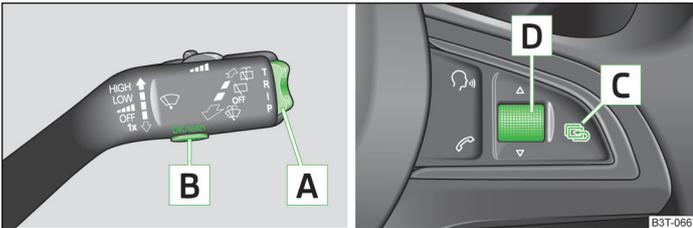

Abb. 10 Tasten (Einstellrad) am Bedienungshebel / am Multifunktionslenkrad
- Wiederholt kurz auf die Wipptaste oben oder unten drücken » Abb. 10.
- Das Einstellrad nach oben oder unten drehen » Abb. 10.
Sinkt die Außentemperatur unter +4 °C, erscheint vor der Temperaturanzeige ein Schneeflockensymbol (Glatteiswarnung) und es ertönt ein akustisches Signal. Nach dem Drücken der Wipptaste » Abb. 10 auf Seite 23 bzw. der Taste wird die Angabe dargestellt, die zuletzt angezeigt wurde.
- › Die Taste **[B]** » Abb. 10 auf Seite 23 bzw. das Einstellrad **[D]** kurz drücken.
- › Die Taste **[B]** » Abb. 10 auf Seite 23 bzw. das Einstellrad **[D]** länger drücken.
- › Mit der Taste **[A]** » Abb. 10 auf Seite 23 bzw. durch Drehen des Einstellrads **[D]** den Menüpunkt **Warnung bei** (Informationsdisplay) bzw. ⊖ (Segmentdisplay) wählen.